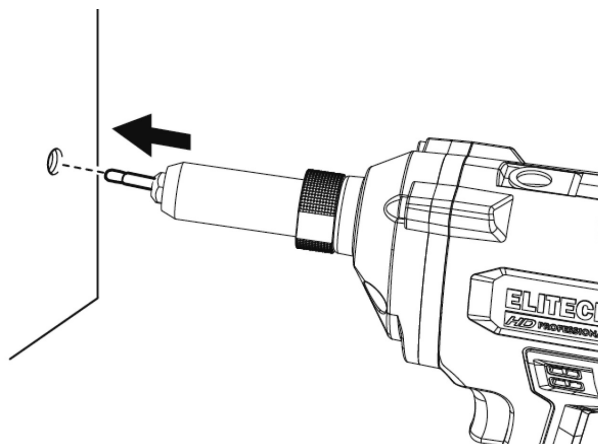

Рис. 8
- Введите рабочую часть заклепки в отверстие соединяемых деталей, и плотно прижмите машину с заклепкой к соединяемым деталям (рис. 8).